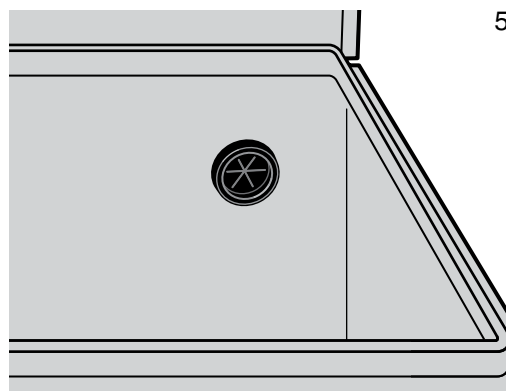

Figura 5
3. Coloque el anillo de hule RAPID PASS® desde el interior de la caja en el orificio y verifique que quede asentado apropiadamente. **ASEGÚRESE QUE NINGÚN BORDE METÁLICO CORTANTE QUEDE EXPUESTO** (figura 5).